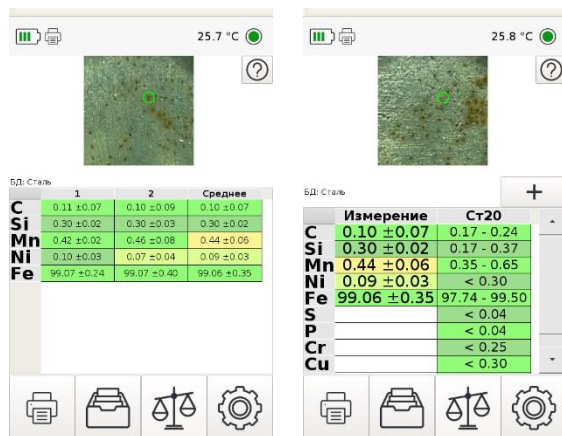

Рисунок 26 Измерение с функцией усреднения нескольких серий. Справа показан вид экрана после короткого нажатия кнопки запуска измерений
- Переключатель усреднения нескольких серий измерений. При нажатой кнопке «Одна» выводится один результат по текущему измерению с отображением СКО. Если нажата кнопка «Несколько», то на экране будет отображаться последовательность измерений серий и их среднее значение (см. Рисунок 26). Каждое отдельное измерение и усредненный результат сохраняются в архиве. При коротком нажатии на кнопку запуска измерений прибор отобразит на экране среднее по измеренным значениям, СКО и марку (здесь же появится возможность выбора марки из других марочников, см пп 5.2.5 - 5.2.6). Подобное усреднение результатов можно повторить с отдельно снятыми сериями измерений (при нажатой кнопке «Одна») с помощью функций архива (см. п. 5.3.7).